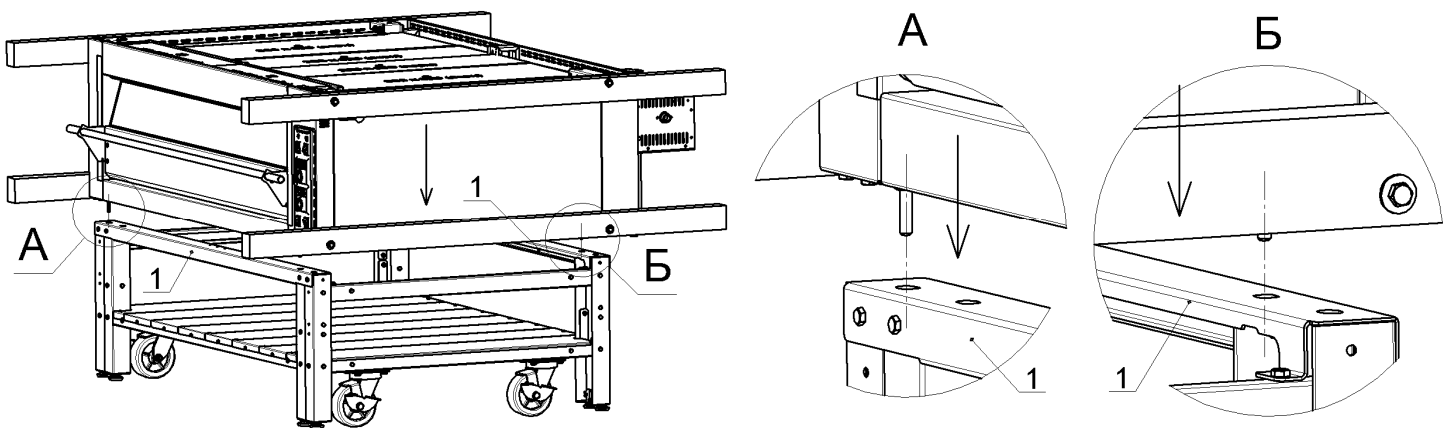

Рис.9
1. Поднять печь ППЭ 1240п (без крышки) за брусья и установить, в качестве нижней секции, на подставку так, что бы концы 4-х шпилек М8 на углах печи попали в отверстия профилей лицевых, верхних, поз.1, как показано на рис.9, затем отвернуть болты М8 (ключ на «13»), крепящие брусья к печи, и снять брусья с печи: